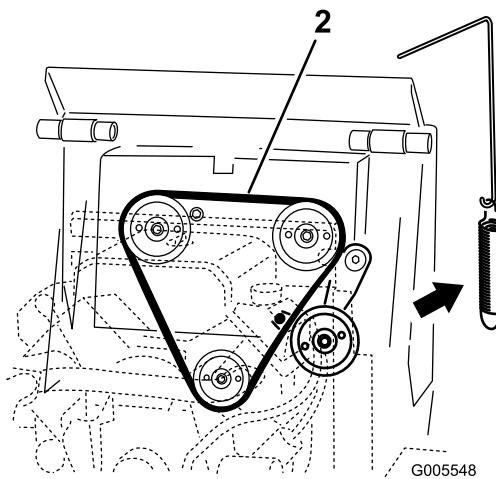

Figura 48
4. Rimuovete la molla della puleggia tendicinghia dal gruppo della puleggia tendicinghia (Figura 48).
6. Montate una nuova cinghia di trasmissione attorno alle tre pulegge (Figura 48).